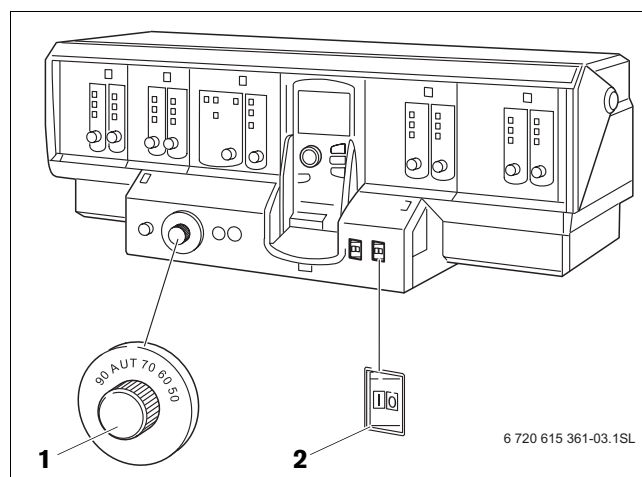

Fig. 2 Apparecchio di regolazione
Mettere in funzione la caldaia attraverso l'apparecchio di regolazione (per es. qui, fig. 2: Logamatic 4321). Con la messa in esercizio dell'apparecchio di regolazione, entra automaticamente in funzione anche il bruciatore. Il bruciatore può essere quindi azionato dall'apparecchio di regolazione.
Mettete fuori esercizio la caldaia mediante l'apparecchio di regolazione (ad es. apparecchio di regolazione Logamatic 4321, → fig. 2, pag. 7). Con lo spegnimento dell'apparecchio di regolazione, si disinserisce automaticamente anche il bruciatore.
- Portare l'interruttore d'esercizio (→ fig. 2, [2], pag. 7) in posizione "0" (OFF).